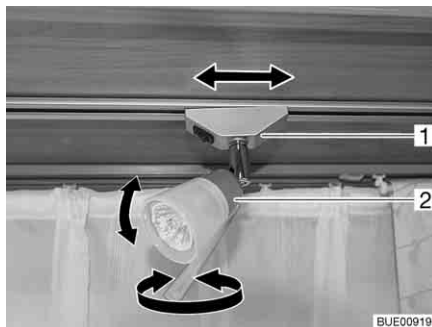

Fig. 58 Foco
**Girar:** ■ Cogér la carcasa (Fig. 58,2) y girarla.
**Desplazar:** ■ Agarrar el soporte (Fig. 58,1) y girarlo aprox. 45°.
- Agarrar el soporte (Fig. 58,1) y girarlo 90°.